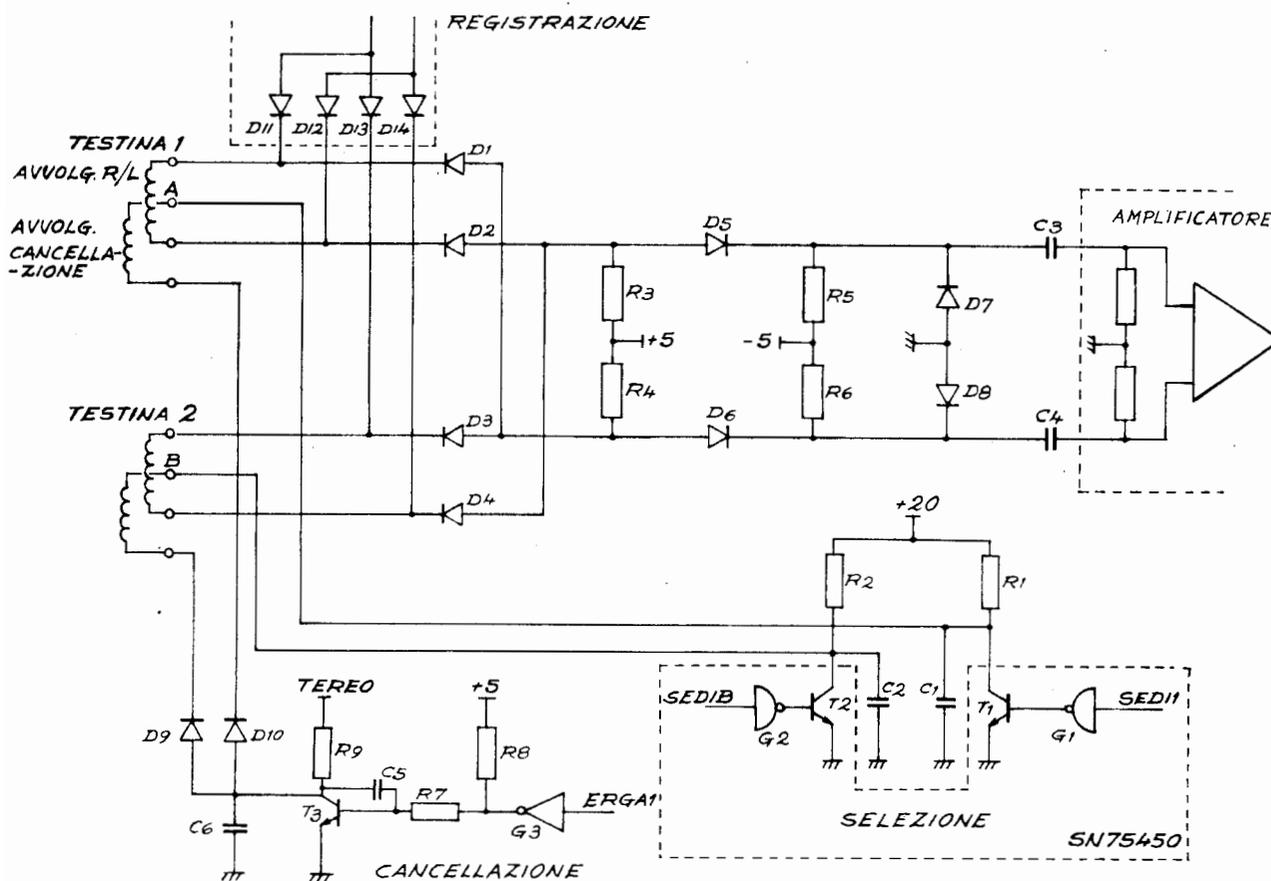

FIG.54
9) CIRCUITO DI SELEZIONE TESTINA (Fig. 54)
Il comando di cancellazione ERGA1, che arriva da governo, se è a livello logico 1 all'ingresso del gate G3 (fig. 54), interdice il transistor T3 per cui la corrente continua di cancellazione fluisce da TERE0 e tramite R9, D9 o D10 va nell'avvolgimento di cancellazione della testina selezionata.